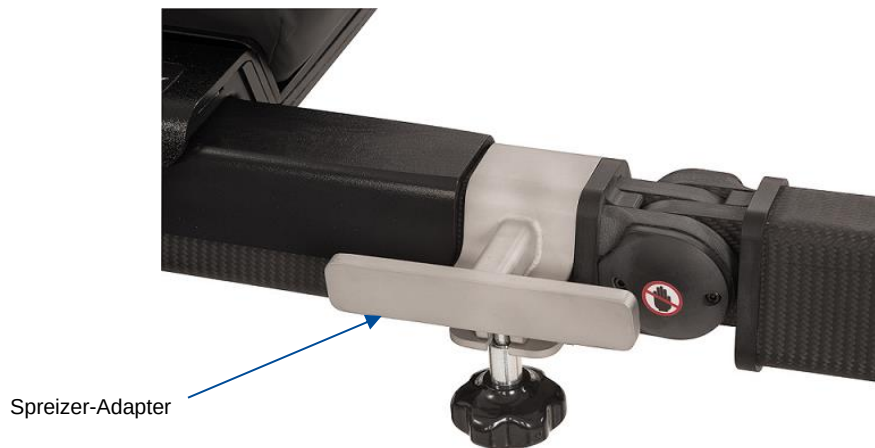

Abbildung 85: An Carbonfaserschiene montierter Spreizer-Adapter
37. Die ordnungsgemäße Positionierung des Patienten bestätigen. Wird für die Montage von Zusatzgeräten ein Spreizer-Adapter benötigt, diesen am Schienenrahmen montieren. Zum Öffnen des Adapters den schwarzen Drehknopf drehen und die Adapter-Unterseite lösen. Den Adapter um den Rahmen legen, den schwarzen Drehknopf ausrichten und zum Festziehen und Arretieren des Adapters drehen (Abbildung 85). Sicherstellen, dass der Patient nicht in direkten Kontakt mit dem Spreizer-Adapter kommt. Den Bereich zwischen Patient und Adapter nach Bedarf mit Schaumstoff- oder Gelaufagen polstern.